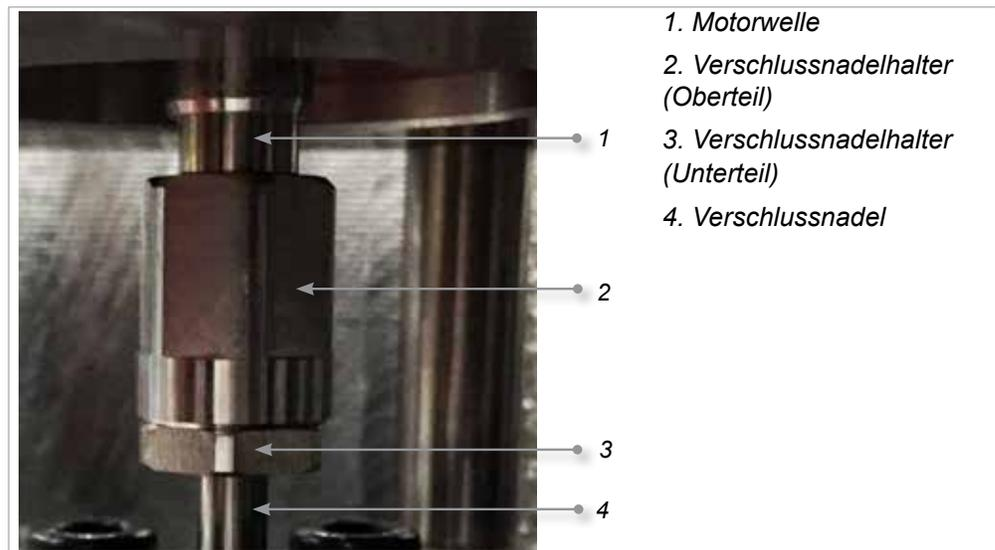

Abbildung 6-9 Komponenten des Verschlussnadelhalters
2. Installieren Sie die Verschlussnadelhalter-Baugruppe am Motor. Ziehen Sie auf 8 bis 10 Nm (6 bis 7 lbf.ft.) fest. Siehe Abbildung 6-9.